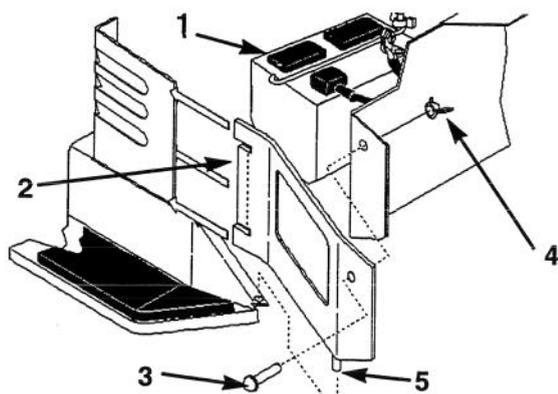

Figure 36
3. Déposer les panneaux latéraux pour avoir plus de place au moment de la dépose de la batterie (Fig. 36). Enlever les écrous papillons et les vis, puis soulever pour dégager la goupille et ôter les languettes du panneau de la console de direction.
7. Installer la batterie dans le châssis (Fig. 36).
11. Installer les panneaux latéraux en glissant les languettes dans la console de direction et en introduisant la goupille dans la bride du repose-pied. Fixer en position au moyen des vis et écrous papillons (Fig. 36).